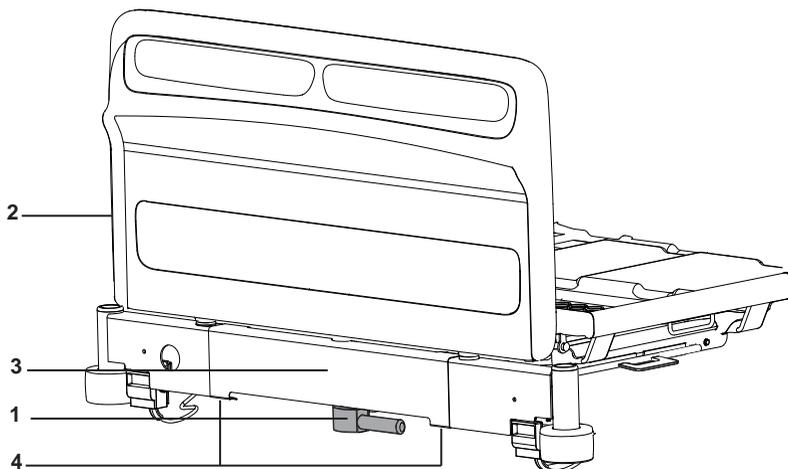
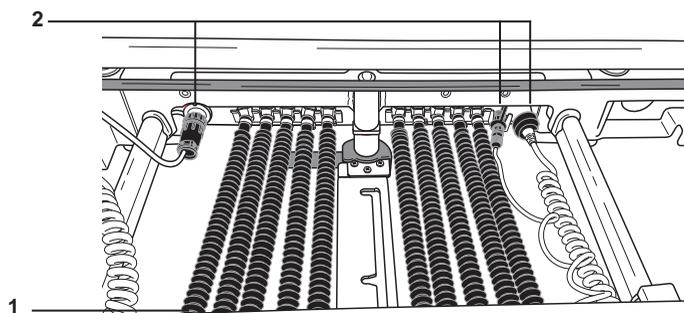

Figura 1: piccero y extensión de los pies
Figura 2: placa de cobertura de la extensión de los pies con mangueras neumáticas y conexiones eléctricas
4. Tire de la palanca de extensión de los pies (véase figura 1, elemento 1), deslice hacia fuera la extensión del armazón (3) y retire el piccero (2).
5. Localice la placa de cobertura de la extensión de los pies (véase figura 1, elemento 3), con las mangueras neumáticas (figura 2, elemento 1) y los conectores eléctricos (2) conectados, bajo el extremo de los pies de la cama. Desconecte las mangueras neumáticas y los conectores eléctricos de la placa de cobertura de la extensión de los pies.
6. Retire la placa de cobertura desatornillando los dos tornillos de cabeza plana Phillips (véase figura 1, elemento 4) situados en el lado inferior de la cubierta. Coloque la placa de cobertura y las piezas metálicas en la bolsa de almacenaje por si la unidad de control del colchón de aire se retira más adelante. Será necesario volver a instalar la placa de cobertura de la extensión de los pies para fijar las mangueras neumáticas y los conectores eléctricos.